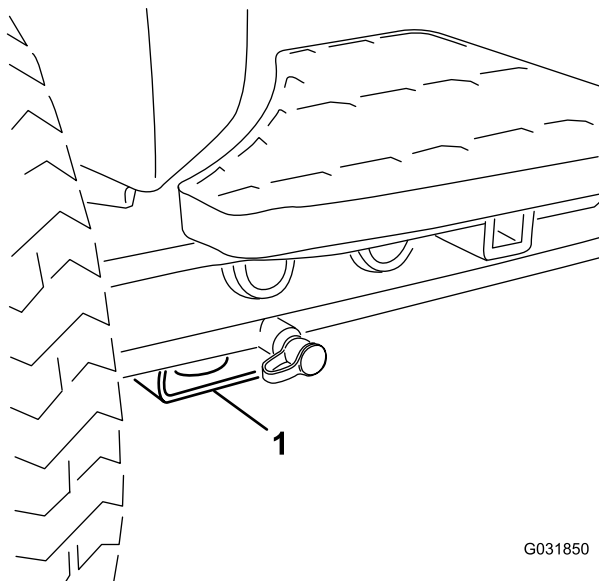

Figura 44
- **Parte delantera de la máquina** – bloque rectangular, debajo del tubo del eje, al interior de cada rueda delantera (Figura 44).